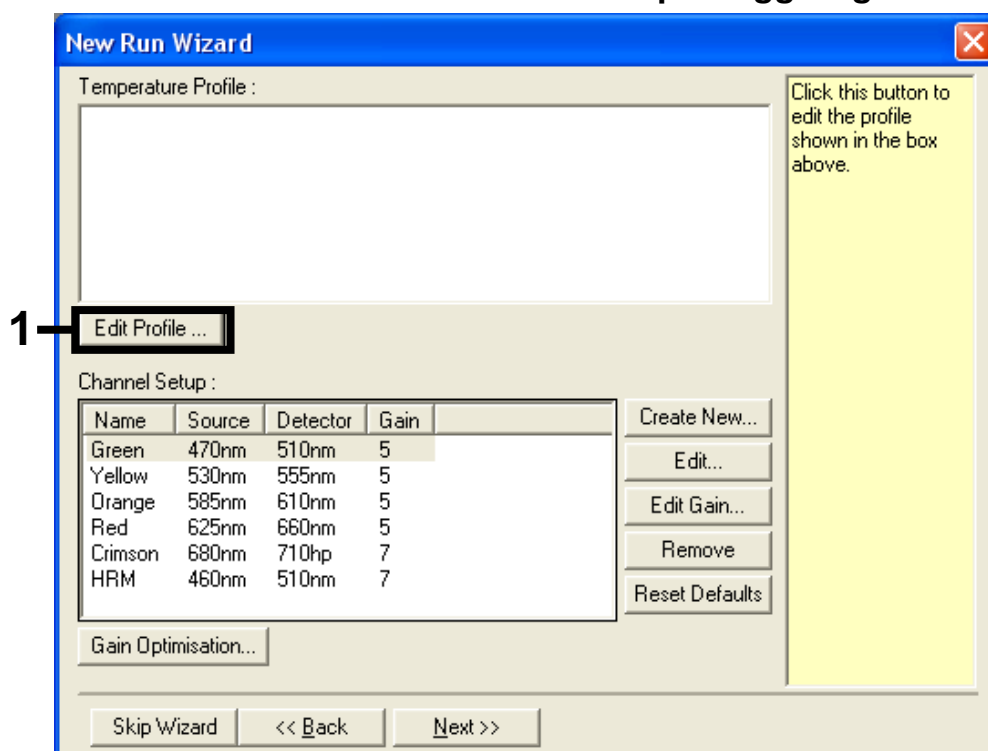

Figura 3. Modifica del profilo.
6. Fare clic sul pulsante “Edit Profile” (Modifica profilo) nella finestra di dialogo successiva in “New Run Wizard” (Creazione guidata nuova seduta) (Figura 3), quindi programmare il profilo delle temperature in base alle informazioni fornite nei passaggi seguenti.